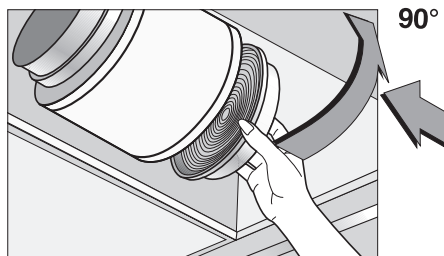

Fig.7
• Vervanging van de halogeenlampen (Fig.7).